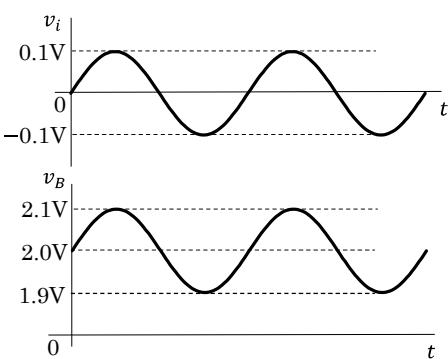

図2-2
(3) 入力信号v_iとして振幅0.1V、周波数1kHzの正弦波を加え、v_Bを図2-2のように2Vを中心として変化させるには、抵抗R₁の値を(③)Ωとする。
③の解答群